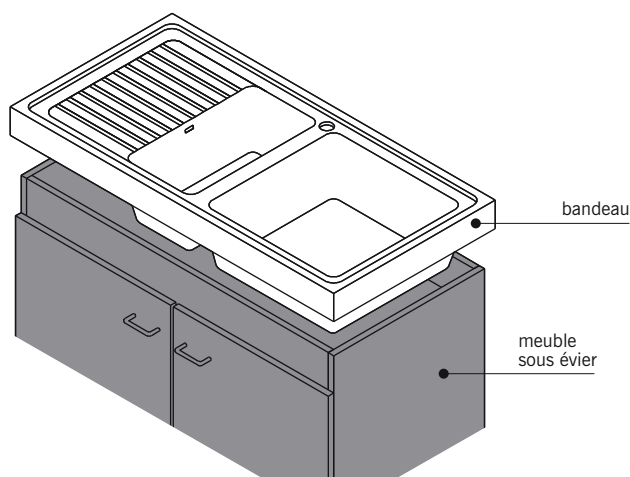

fig. 14.24
- **L'évier à poser** destiné à être mis en place sur un meuble (fig. 14.24).